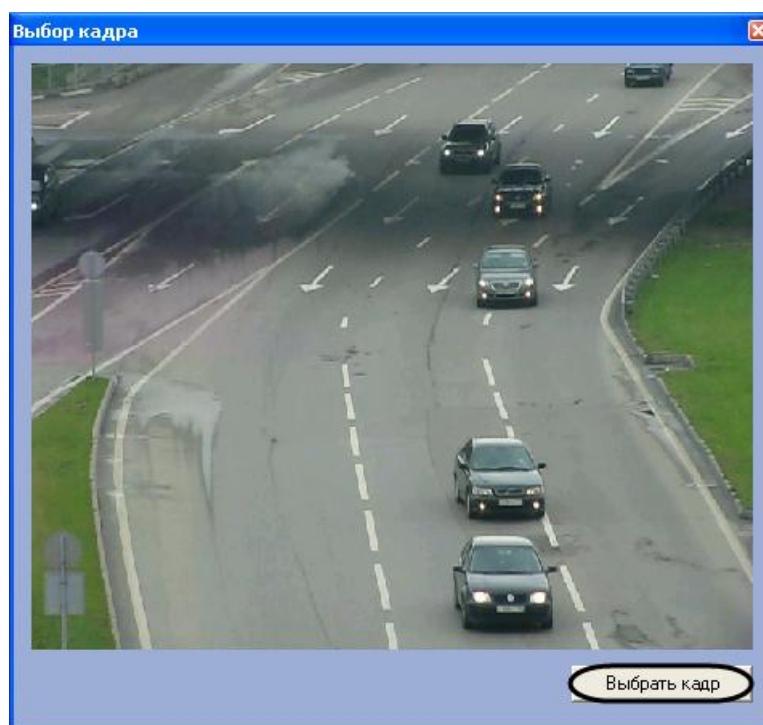

Рис. 7.7—4. Выбор кадра для настройки зоны детектирования
4. Для выбора кадра видеозображения нажать кнопку «Выбрать кадр» (см. Рис. 7.7—4)